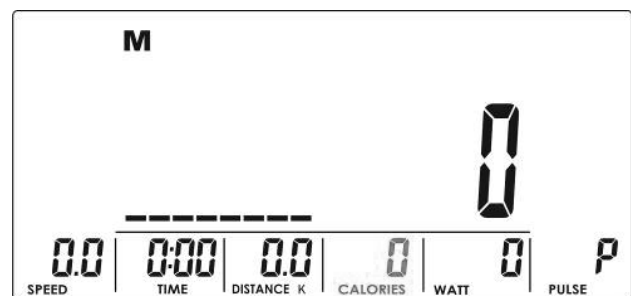

Abbildung 22
- (3) Umfassen Sie während der Messung beide Handpulsensoren. Sobald die Konsole den Puls erfasst, zeigt der LCD Bildschirm === für acht Sekunden an (Abb. 22), bis die Messung beendet ist.